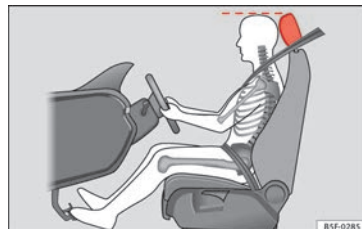

Fig. 2 Posição correta do encosto de cabeça do condutor.
- Ajuste o encosto de cabeça de modo a que o rebordo superior do mesmo fique alinhado com a parte superior da sua cabeça » **Fig. 2.**